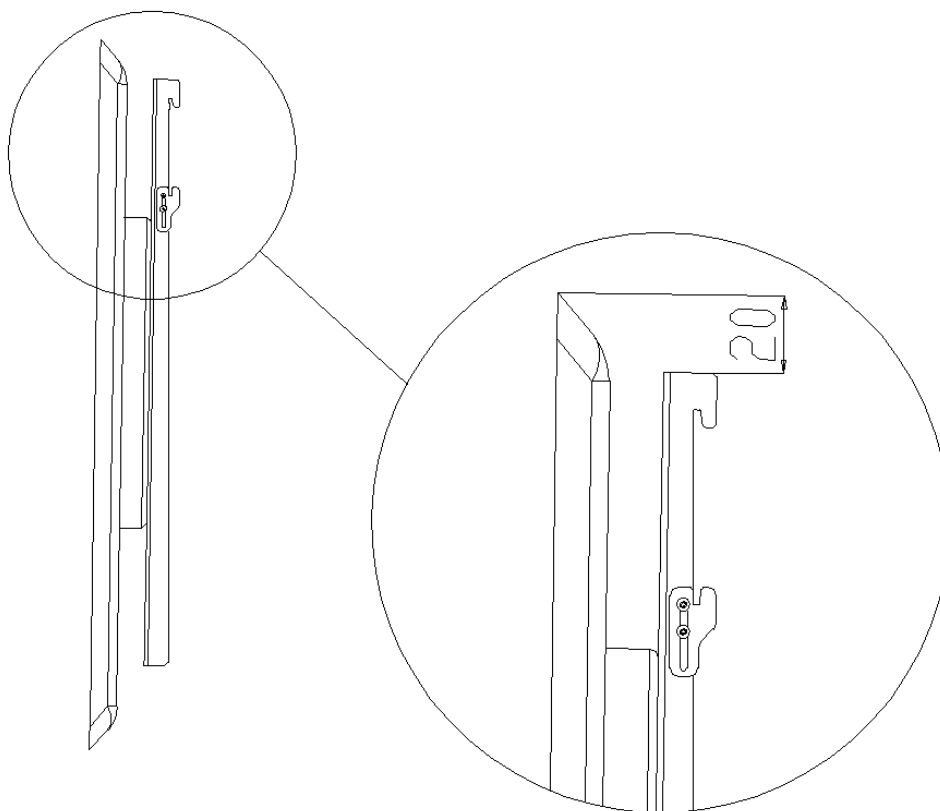

Fig.7
7. Za pomocą śrub dostarczonych przez producenta telewizora, podłącz belki pionowe do tylnej ściany telewizora. Belka powinna zawisnąć ok. 2 cm poniżej górnej krawędzi ekranu - Fig.7